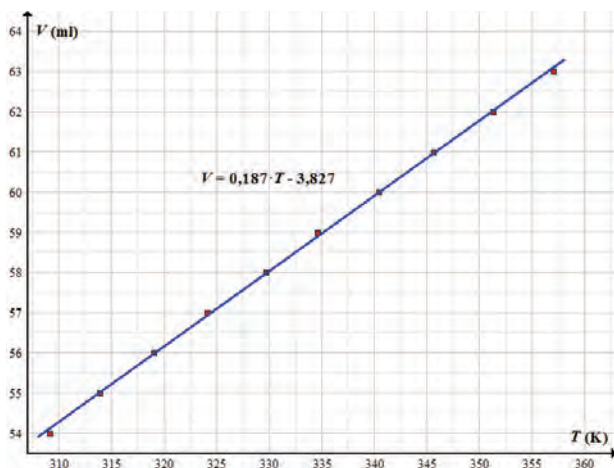

Fig. 6
□ Pe baza datelor din tabel, se reprezintă grafic, folosind un soft pentru grafice:  $V = f(T)$ . Graficul este o dreaptă crescătoare (fig. 6), adică legea Gay Lassac se verifică experimental.